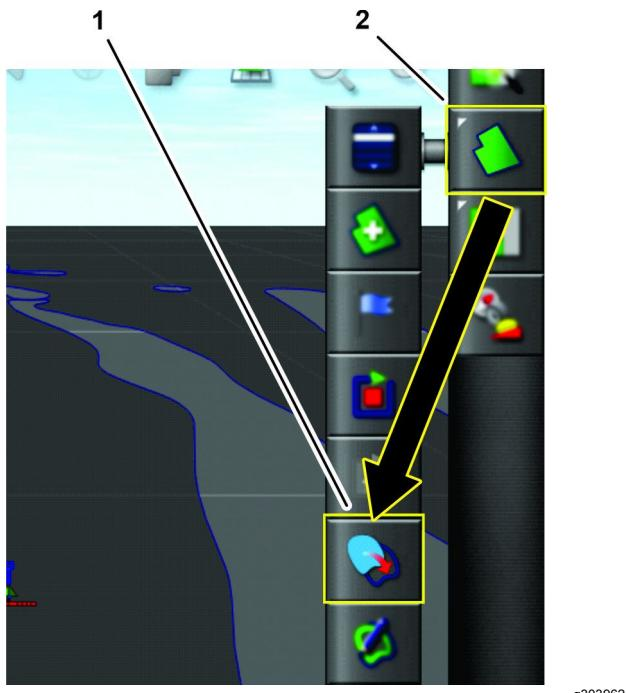

Figura 73
4. Premete l'icona MENU DEL CAMPO e premete l'icona CREA CONFINE DA FILE DELLE FORME (Figura 73).